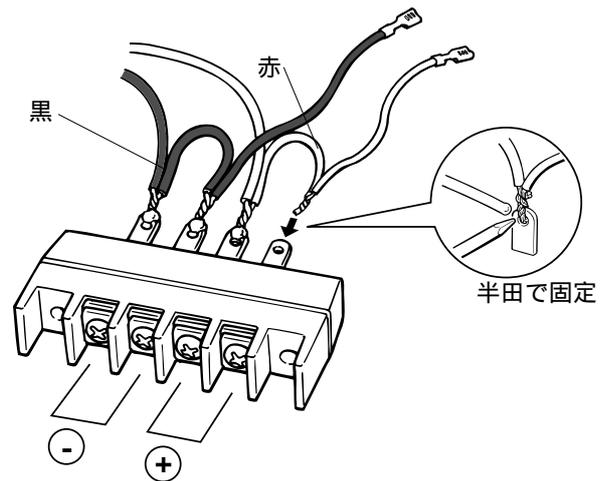

図8
6. 準備した線材のA端を4で外したケーブルにねじり合わせ、スクリー式ターミナルの端子に半田で固定する。(図8)